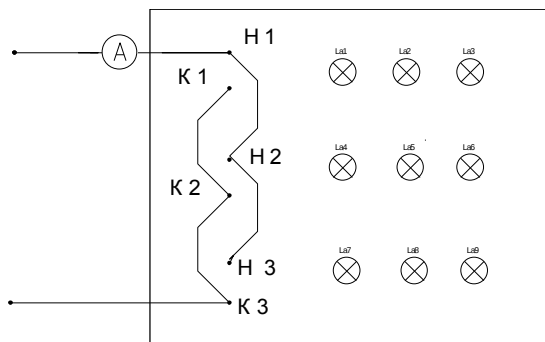

Рисунок 2.Схема параллельного соединения приёмников
4. Сделать вывод. Ознакомиться со схемой параллельного соединения приёмников (рис.2). Собрать схему, проверить правильность включения.